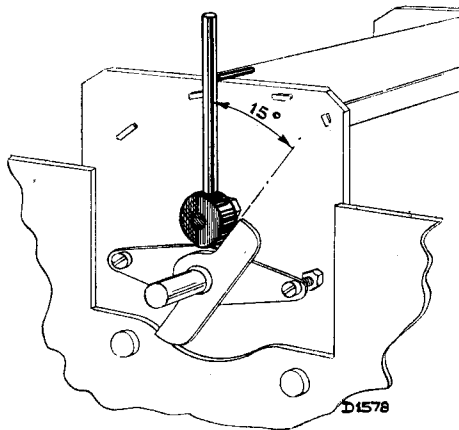

Fig. 3
1. Placer un calibre de 15° (fig. 3) et tourner le condensateur d'accord vers de 200 mètres jusqu'à ce qu'il bute.